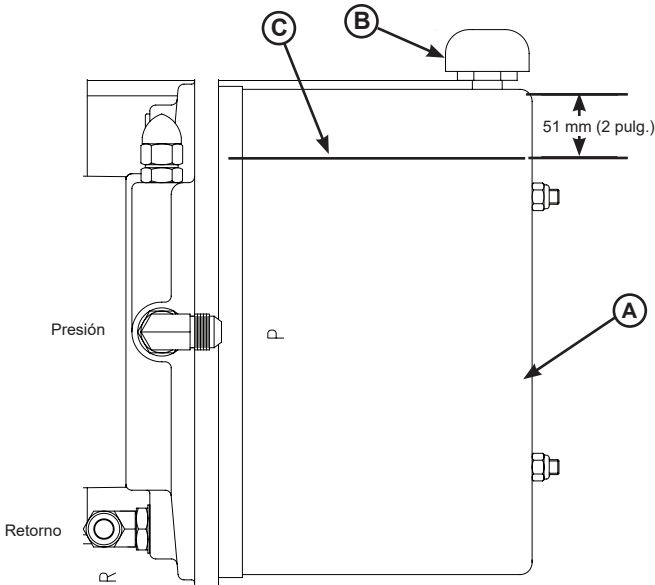

Figura 32
4. Retire la tapa de respiradero (B). Consulte la **Figura 32**.
5. Mida el nivel de líquido. El nivel de líquido debe estar aproximadamente a 51 mm (2 pulg.) de la parte superior del depósito (C) con la plataforma almacenada y el labio en posición plegada.
7. Instale la tapa de respiradero (B).